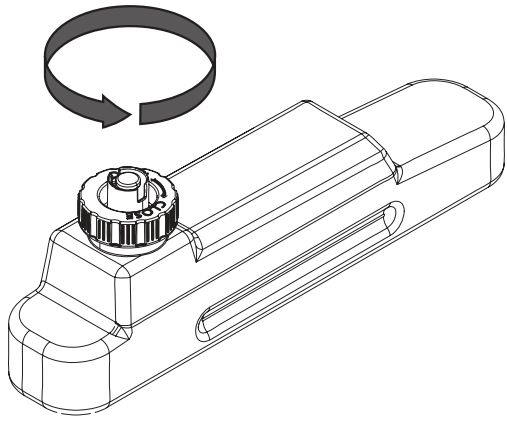

Fig.5
4. Collocare il serbatoio dell'acqua in un lavandino e rimuovere il tappo ruotandolo in senso antiorario (vedere Fig. 5).